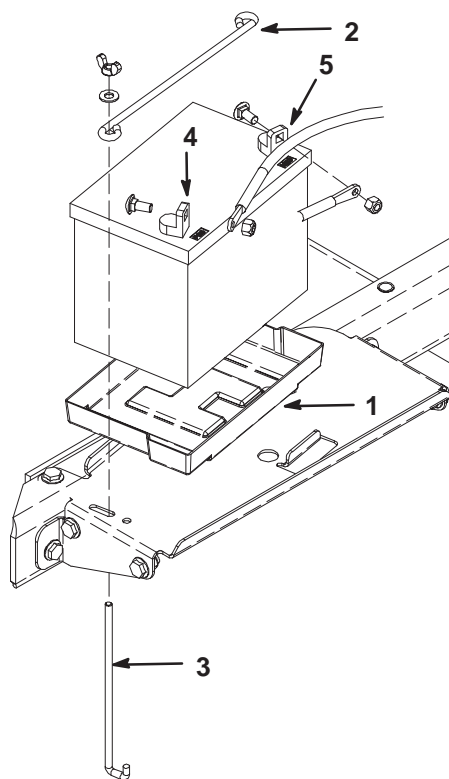

Bild 5
8. Setzen Sie die Batterie in Batteriekastenuntersatz ein (Bild 5). Setzen Sie die Batterie so ein, dass sich die Pole außen befinden.
9. Befestigen Sie die Batterie mit einer Batterieklemme, zwei Klemmstangen, zwei flachen Scheiben und zwei Flügelmuttern unten am Batteriekasten (Bild 5).
10. Befestigen Sie zuerst das positive Kabel (rot) mit einer Schlossschraube und einer Mutter am positiven (+) Batteriepol (Bild 5), schließen Sie dann das negative Kabel (schwarz) mit einer Schlossschraube und einer Mutter am negativen (-) Pol der Batterie an (Bild 5). Ziehen Sie den Gummischuh über den Pluspol, um Kurzschlüssen vorzubeugen.